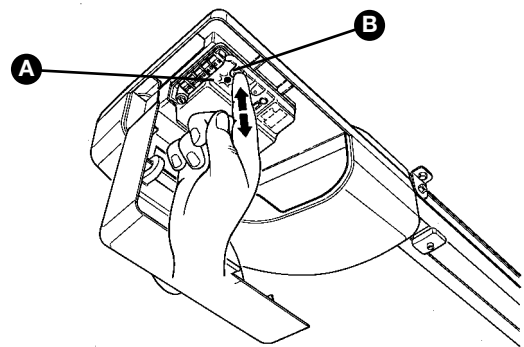

Abbildung 85
- 1 Auf Taste P1 (Abbildung 85) an der Steuerung sooft drücken, wie der gewünschte Steuerbefehl ist – siehe die nachfolgende Tabelle: